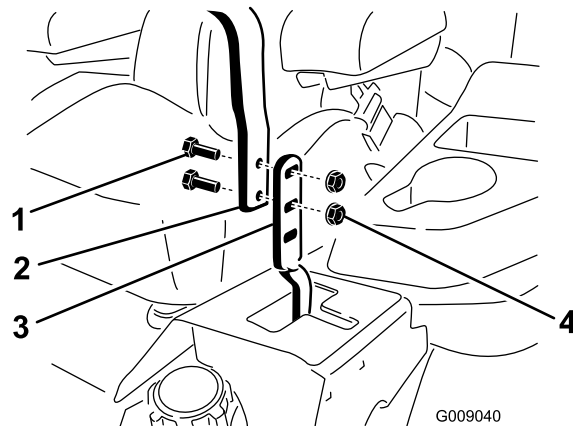

Рисунок 58
2. Ослабьте болты и фланцевые гайки, которые крепят рукоятки к рычагам (Рисунок 58).